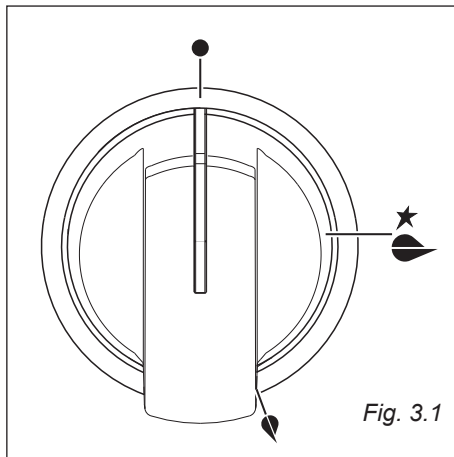

Fig. 3.1
L'afflusso del gas ai bruciatori è regolato da un rubinetto valvolato comandato dalla manopola di fig. 3.1.
- √ L'accensione elettrica è incorporata nelle manopole dei bruciatori e si identifica per il simbolo ★ vicino al simbolo "●" (fig. 3.1).